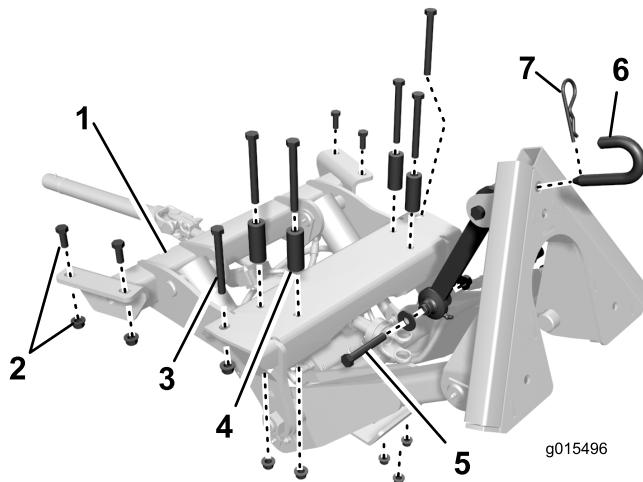
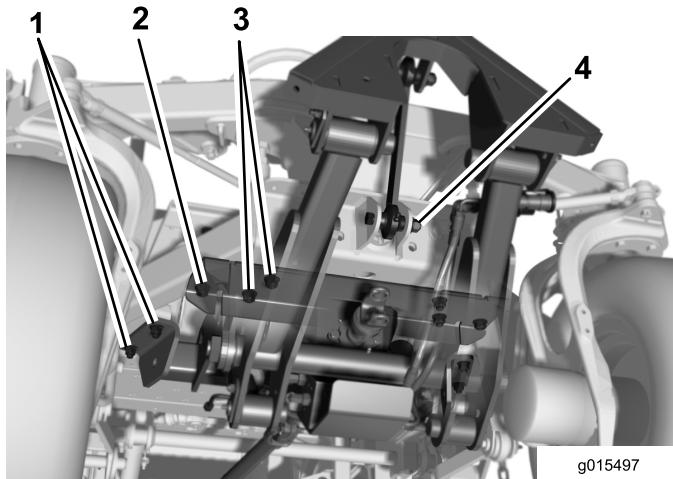
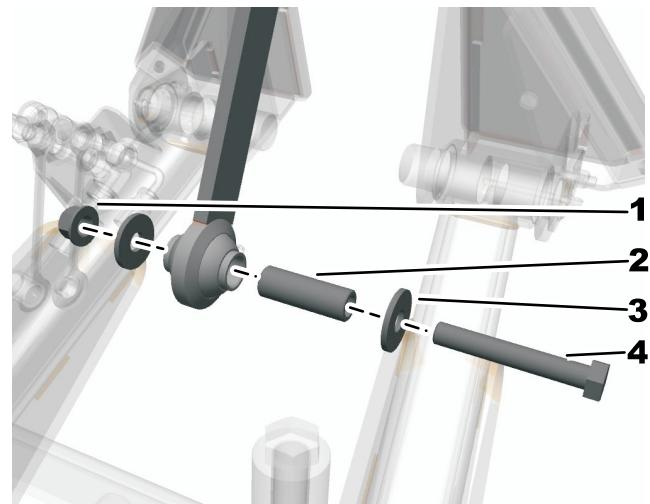

Figure 5
Figure 6
Figure 7
1. La Figure 5 montre une vue de dessus de l'emplacement, du positionnement et de la taille des fixations utilisées pour fixer le cadre avant à la surface inférieure du cadre du groupe de déplacement.
3. Placez le cadre avant sous l'avant de la machine (Figure 6).
4. Élevez le cadre avant tout en alignant les trous de montage sur ceux des profilés du cadre et la plaque transversale du cadre avant (Figure 6).
et un écrou à embase 1/2" dans le trou extérieur (Figure 6).
6. Sur l'arrière de l'accessoire, fixez sans serrer chaque côté aux profilés de cadre avec (2) vis 1/2 x 1-1/4" et écrous à embase 1/2" (Figure 6).
7. Utilisez les (4) derniers trous pour fixer l'accessoire à la plaque transversale du cadre au moyen de vis 1/2 x 4-1/2", entretoises et écrous à embase 1/2" (Figure 6). Positionnez les entretoises entre la tête de vis et la plaque transversale.
9. Fixez le bras de liaison supérieur au support d'essieu avec la vis 1/2 x 3-1/4", (2) rondelles de support et un contre-écrou 1/2" (Figure 5 et Figure 6). Les rondelles doivent être placées à l'extérieur des oreilles sur le support d'essieu. Posez l'entretoise et serrez-la à un couple de 91 à 113 Nm (Figure 7).